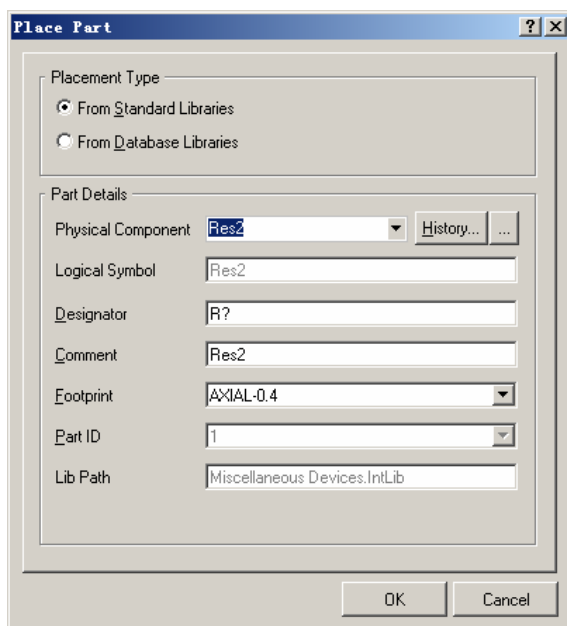

图 2.80 “Place Part” 对话框
(1) 在主菜单中选择 “Place” -> “Part” 命令，或单击添加元件按钮 ，打开如图 2.80 所示的 “Place Part” 对话框。